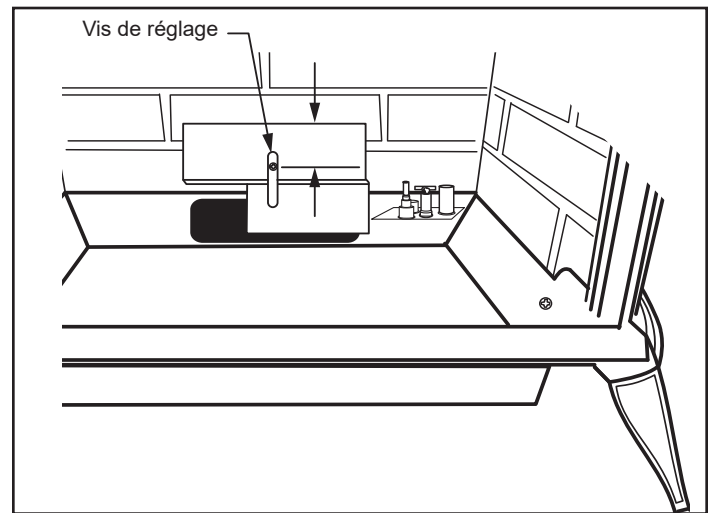

Figure 2.9 – Desserrer la vis d'ajustement pour ajuster la plaque de restriction.
Le poêle Radiance est livré avec une plaque de restriction située dans le sac de pièces. La plaque de restriction peut être réglée en desserrant sa vis de réglage afin de la glisser vers le haut ou le bas. (Figure 2.9) Un guide d'utilisation est illustré à la figure 2.10.
- Installez la plaque de restriction tel qu'illustré à la figure 2.9 en vous assurant de placer la rainure du côté gauche. Attachez la plaque avec la vis de réglage.
- Mesurez en partant du centre de la vis jusqu'à l'arête supérieure de la plaque (figure 2.9) pour ajuster la plaque en respectant les instructions que vous trouverez à la figure 2.10.